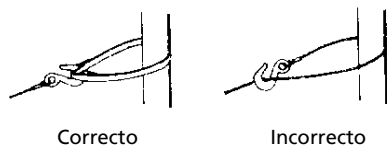

Figura 6
7. Nunca enganche el cable metálico en sí mismo. Use una eslinga de nilón (Vea la Figura 6). Si se engancha el cable metálico en sí mismo se puede dañar. Cuando use una eslinga, asegúrese que esté asentada correctamente en el caballete del gancho.